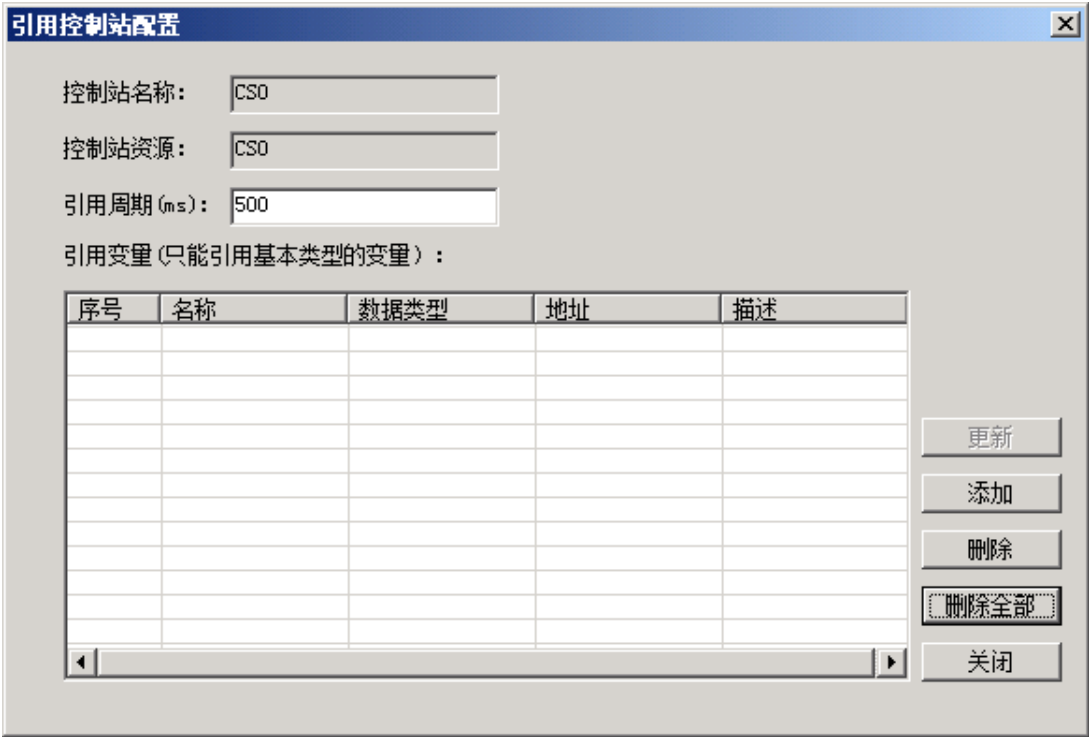

图 6-4 引用控制站配置界面
1. 在硬件组态中，右击添加的引用控制站节点，选择“配置引用控制站”菜单，弹出添加引用位号的对话框（图 6-4）。